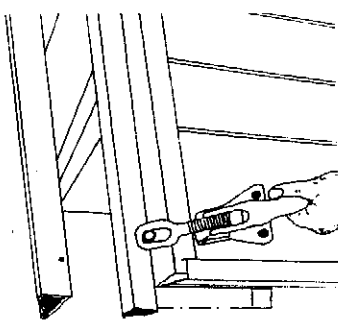

Abb. 18
41. Nun werden die Brackenschlüsse, die das Streuwerk halten, gelöst. (Abb. 18)
41) The transom clamps holding the spreader (Fig. 18) are next loosened. **Note:** see that the spreader does not drop.
41. Ouvrir les fermetures qui maintiennent le dispositif épandeur (Fig. 18). **Attention!** veiller à ce que l'épandeur ne bascule pas.
41. Nu wordt de grendel van de strooier losgemaakt (fig. 18). Let wel: let erop dat de strooier niet omkijpt.